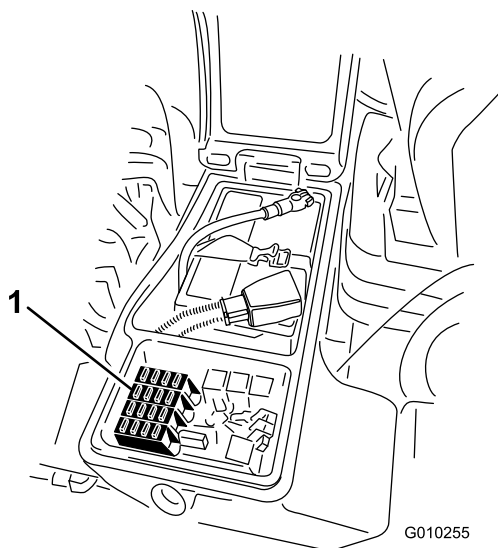

Bild 78
1. Lösen Sie den Riegel für die Abdeckung des rechten Ablagekastens und heben Sie die Abdeckung (**Bild 77**) hoch, um an den Sicherungsblock zu gelangen (**Bild 78**).
2. Wechseln Sie ggf. die offenen Sicherungen aus (**Bild 78**).